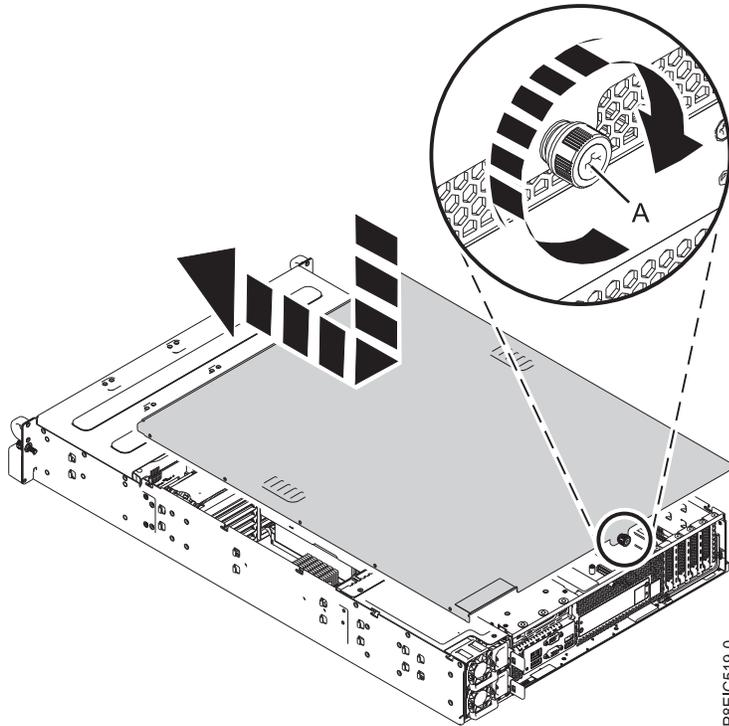

Figura 51. Sustitución de la cubierta del servicio
- Coloque la cubierta en la unidad del sistema de forma que las patillas de alineación en la cubierta queden alineadas en las ranuras del chasis. Deslice la cubierta hacia delante. Consulte la Figura 51 en la página 83.
- Cierre la cubierta con el tornillo de la cubierta (A). Consulte la Figura 51 en la página 83.